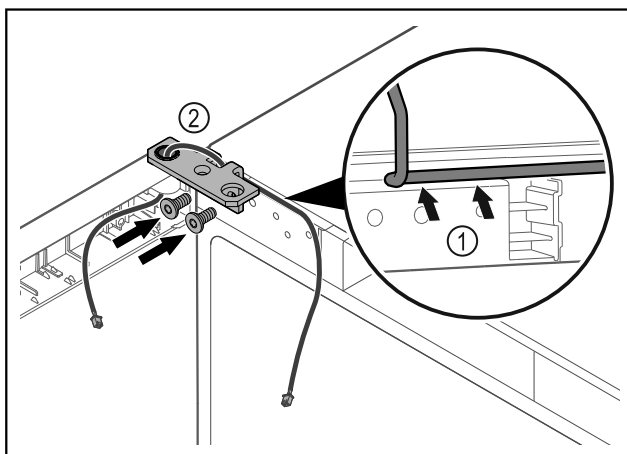

Fig. 38
- ▶ Vedte kabel skrz vybrání úhelníku závěsu a opatrně jej položte Fig. 38 (1).
- ▶ Našroubujte úhelník závěsu Fig. 38 (2).